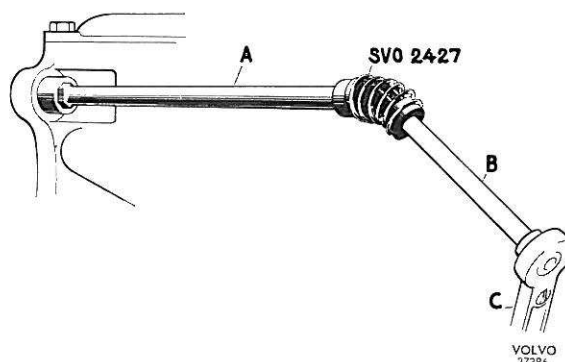

Figure 21. Démontage des vis de la boîte de vitesses, voitures équipées d'un moteur B 18
- 5b. Voitures équipées d'un moteur B 18 ou B 20 : Enlever les vis de fixation de la boîte de vitesses en se servant d'une clé 6 pans de 8 mm ou de 3/8" selon le type de vis employées. Pour les vis supérieures, se servir de la clé SVO 2487 (6 pans de 3/8") ou SVO 2488 (6 pans de 8 mm), du joint universel SVO 2427, de la rallonge à carré conducteur de 3/8" et d'une poignée à cliquet, voir figure 21. Retirer la boîte de vitesses vers l'arrière.
6. Démontez deux des vis (droite supérieure et gauche inférieure) du couvercle de la boîte de vitesses en se servant de la clé SVO 2487, du joint universel SVO 2427, de la rallonge à carré conducteur de $\frac{3}{8}$ " et de la poignée à cliquet voir figure 21. Mettre les deux goupilles de positionnement SVO 2743 comme le montre la figure 40. Enlever les deux autres vis. Retirer la boîte de vitesses vers l'arrière et l'abaisser.